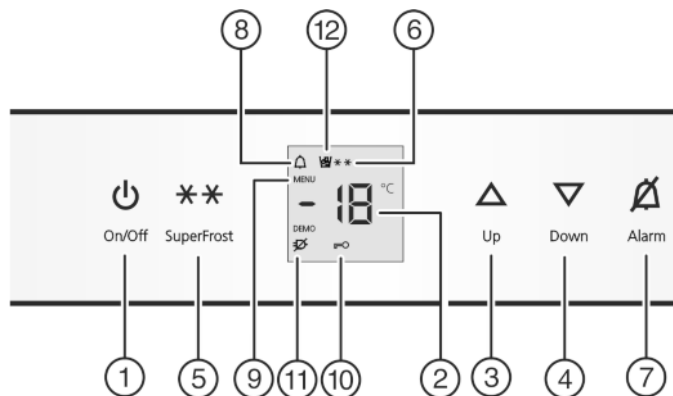

Fig. 2
- ▶ нажмите кнопку On/Off Fig. 2 (1).
- ▶ Активация режима настройки: удерживайте кнопку SuperFrost (5) прибл. 5 секунд.
- ▷ Символ меню Fig. 2 (9) горит.
- ▶ Коротко нажмите кнопку SuperFrost Fig. 2 (5) для подтверждения.
- ▶ Для включения защиты от детей коротко нажмите клавишу SuperFrost Fig. 2 (5).
- ▷ Символ "Защита от детей" Fig. 2 (10) горит. На индикации мигает **c**.
- ▶ Для выключения защиты от детей коротко нажмите клавишу SuperFrost Fig. 2 (5).
- ▷ Символ защиты от детей Fig. 2 (10) гаснет. На индикации мигает **c**.
- ▶ Выход из режима настройки: нажмите кнопку On/Off Fig. 2 (1).
- ▶ Нажмите кнопку Alarm Fig. 2 (7).
Одновременно мигает индикация температуры и символ тревоги *Fig. 2 (8)*.
Звуковой сигнал выключается автоматически, символ аварийного сигнала *Fig. 2 (8)* выключается и индикатор температуры перестает мигать, если температура снова становится достаточно низкой.
- ▶ Нажмите кнопку Alarm *Fig. 2 (7)*.
- ▶ Установка более высокой температуры: нажмите кнопку настройки Up *Fig. 2 (3)*.
- ▶ Установка более низкой температуры: нажмите кнопку настройки Down *Fig. 2 (4)*.